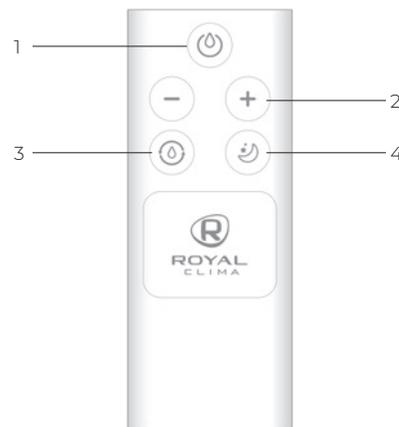

Рис. 5
После включения прибора, увлажнитель начнет работать на низкой скорости. Чтобы выбрать среднюю скорость выхода пара нажмите клавишу POWER (1). Загорится индикатор . Нажмите клавишу третий раз, чтобы выбрать высокую скорость выхода пара, загорится индикатор . На пульте ДУ выбор интенсивности увлажнения осуществляется клавишами  и  [см. рис. 5].
Нажмите клавишу POWER (1) четвертый раз, чтобы выбрать автоматический режим работы — загорится индикатор . В данном режиме увлажнитель сам выбирает скорость работы в зависимости от уровня влажности в помещении. На пульте ДУ данный режим можно активировать с помощью кнопки  [см. рис. 5].
Нажмите клавишу POWER (1) в пятый раз, чтобы выбрать ночной режим работы, загорится индикатор . В данном режиме увлажнитель работает на низкой скорости выхода пара, соблюдается низкий уровень шума. На пульте ДУ данный режим можно активировать с помощью кнопки  [см. рис. 5].